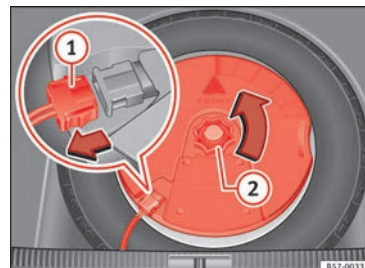

Fig. 243 Nel bagagliaio: smontare il subwoofer.
- Scollegare il cavo dell'altoparlante *subwoofer* » **fig. 243 ①**.
- Ruotare la rotella di fissaggio in senso antiorario **②**.